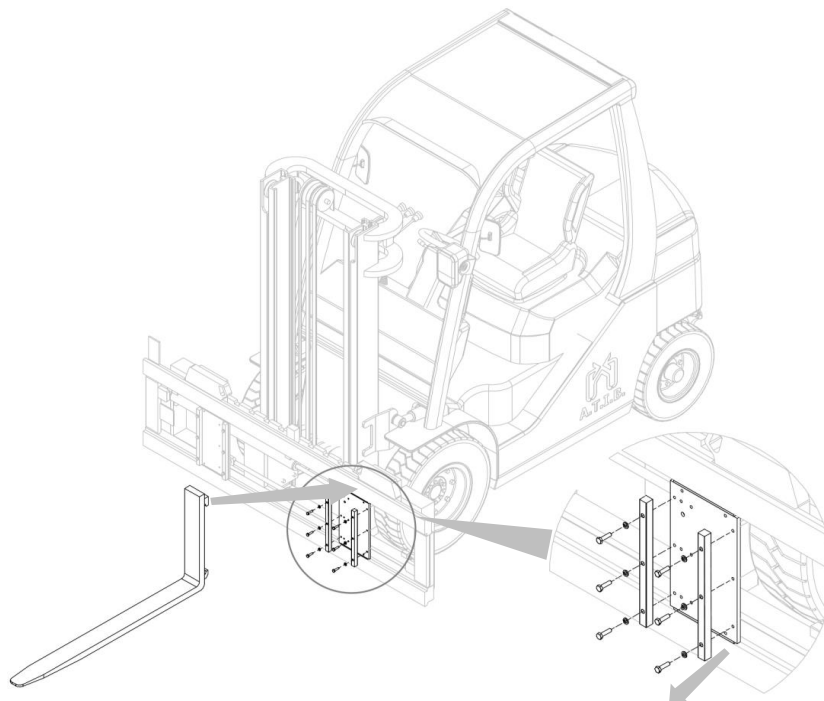

Figura 10
1. Applicare le forche dopo aver svitato i fermi forca dei piattelli (vedi *Figura 10*); la modalità di installazione delle forche sull'attrezzatura è la medesima per entrambe le tipologie.